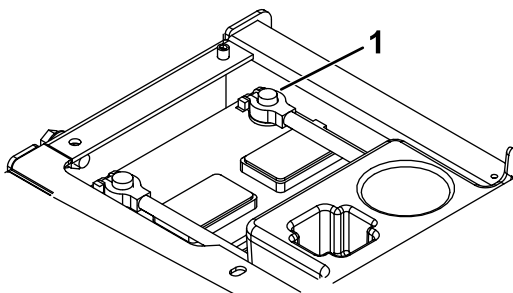

Figura 8
11. Rimuovete ed eliminate il bullone del morsetto del cavo negativo esistente (-) della batteria (Figura 8).